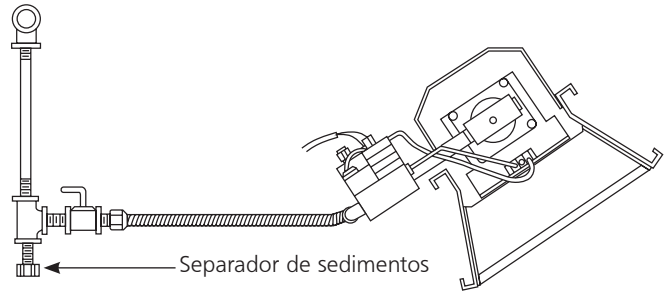

Figura 3. Instalación típica de las tuberías
Proporcione el suministro de gas adecuado para la entrada especificada de cada calentador mediante la instalación estándar americana de tuberías de gas y artefactos a gas en edificios. Panfleto del ANSI Z223.1a/NFPA 54, la Tabla C-3 muestra la capacidad de las tuberías de gas natural de diferentes diámetros y longitudes en pies cúbicos por hora con una caída de presión de 0,76 cm (0,3 pulgadas), una gravedad específica de 0,60. Para obtener información sobre la capacidad del gas licuado del petróleo (liquefied Petroleum, LP), consulte la Figura 3. En las tuberías roscadas, utilice un compuesto para tuberías resistente a la acción de todos los gases.
- Se debe instalar un separador de sedimentos que cumpla con los requisitos típicos de la Figura 3 en la tubería a la válvula de gas.